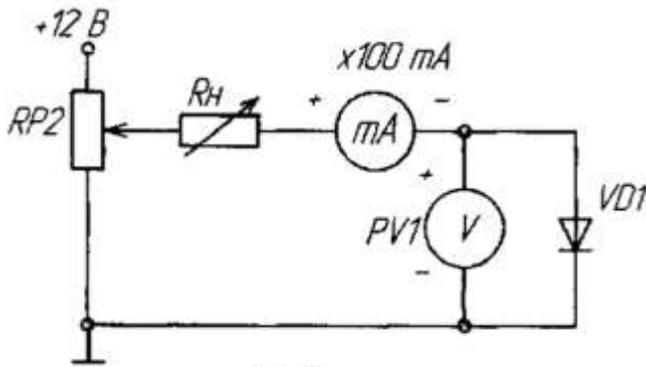

Рис.2
1) собрать схему для исследования выпрямительного диода на постоянном токе в соответствии с принципиальной схемой рис. 2. Для измерения анодного тока включить миллиамперметр постоянного тока с пределом 100 мА. Для измерения анодного напряжения использовать мультиметр. Последовательно с диодом включить токоограничивающий резистор  $R_n$ .
2) Снять вольт-амперную характеристику выпрямительного диода на постоянном токе для прямой ветви (рис. 2); для снятия характеристик регулировать напряжение на выходе потенциометра; результаты измерений занести в таблицу 1, по которой построить прямую ветвь ВАХ;